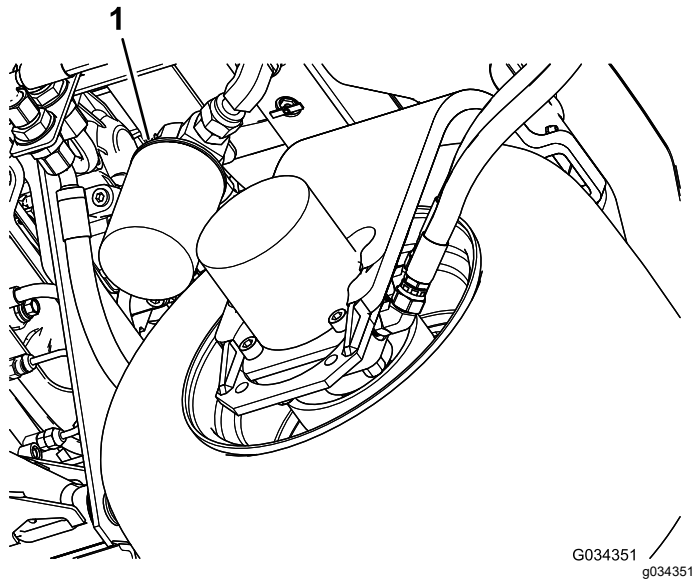

图 79
2. 清洁过滤器安装区周围的区域。在过滤器 (图 79) 下面放置一个放油盘并拆下过滤器。